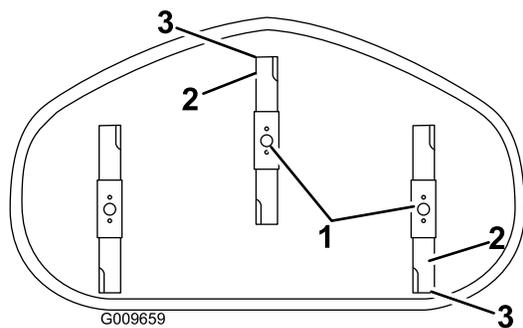

Figure 57
4. Faites pivoter les lames avec précaution pour faire passer les pointes avant à l'arrière (Figure 57).
5. Mesurez la distance entre la pointe de la lame avant et la pointe de la lame arrière par rapport à la surface plane (Figure 57).
9. Une fois le réglage effectué, vérifiez à nouveau l'inclinaison avant/arrière des lames; continuez d'ajuster l'écrou jusqu'à ce que la pointe avant de la lame soit de 1,6 à 8 mm (1/16 à 5/16 po) plus basse de la pointe arrière (Figure 57).